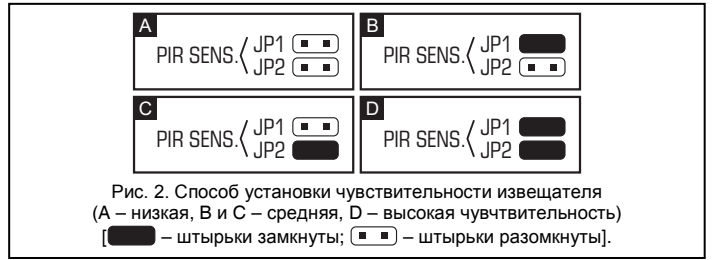

Рис. 2. Способ установки чувствительности извещателя (А – низкая, В и С – средняя, D – высокая чувствительность) [■ – штырьки замкнуты; □ – штырьки разомкнуты].
**PIR SENS.** – настройка чувствительности (см.: рис. 2);